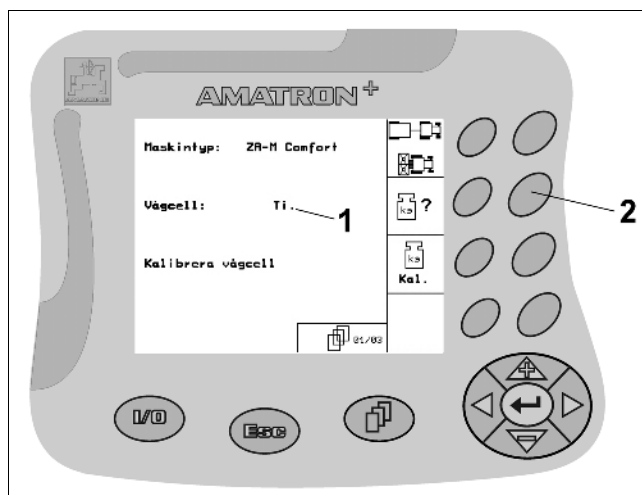

Fig. 15
- Påverka funktionsknappen (Fig. 15/2) en gång för att koppla → **in** funktionen (Fig. 15/1).